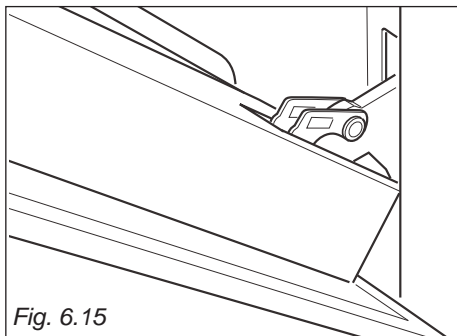

Fig. 6.15
1. Sørg for at ovnlågen er låst åben (Fig. 6.15).